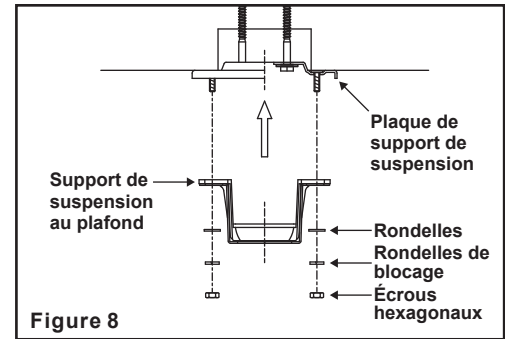

Figure 8
Étape 5. Fixez le support de suspension au plafond à la plaque de support de suspension à l'aide des deux écrous hexagonaux et des rondelles fournis, assurez-vous que les écrous sont bien serrés. (Fig. 8)